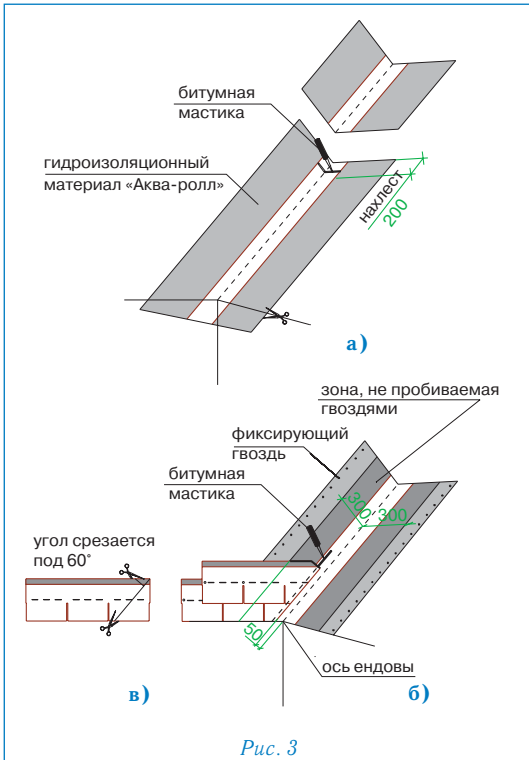

Рис. 3
Ендова (рис. 3)
- ровно по центру ендовы расстилается специальный рулонный материал «Аква-ролл», фиксируется в верхней части двумя гвоздями и обрезается в нижней части по линии карниза (рис. 3а);
Внимание: 1. «Аква-ролл» должен доходить до линии конька и заводится за нее. **2.** «Аква-ролл» укладывается с нахлестом 20 см, место нахлеста тщательно обрабатывается битумной мастикой (рис. 3а).
- непосредственно перед укладкой в ендову черепицы, защитная пленка с лицевой стороны «Аква-ролла» снимается и на самоклеящуюся поверхность укладываются листы черепицы, обрезанные в соответствии с заранее отбитыми линиями (рис. 3б);
Внимание: 1. Необходимо также подрезать верхний уголок обрезанного края листа (см. рис. 3в) для правильного стока воды.
2. Крепление обрезанного листа к медной части «Аква-ролла» осуществляется при помощи сплошной полосы битумной мастики (рис. 3б).